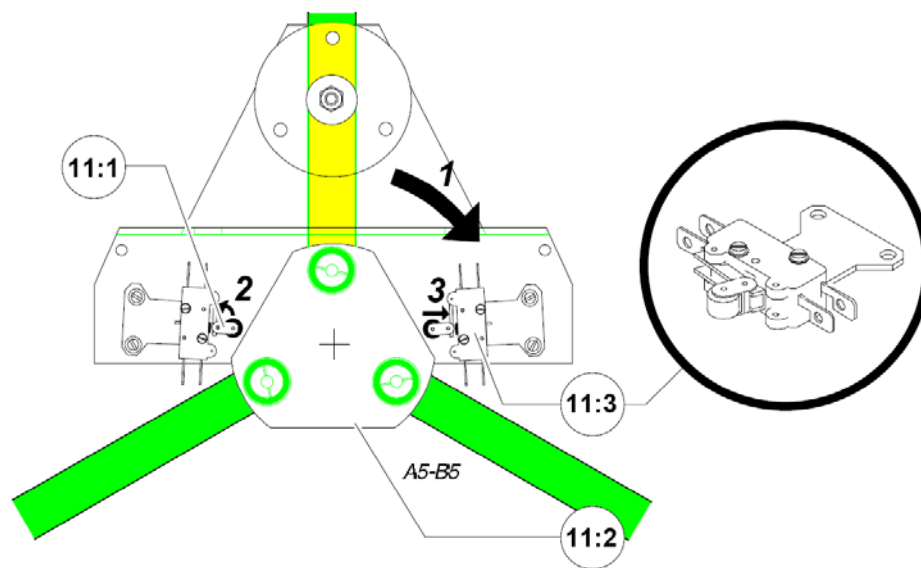

Рис. 11
- Если установлено два концевых выключателя (механизм типа А5-В5), то при повороте турникета в любом направлении поворотный ролик первого концевых выключателя под действием треугольного кулачка повернется назад, не приводя в действие свой выключатель, а второй выключатель сработает. Например, на рис. 11 показан поворот турникета по часовой стрелке. При этом поворотный ролик (11:1) отклонится назад под давлением кулачка (11:2), а расположенный с другой стороны выключатель (11:3) будет приведен в действие. Проверьте работу выключателей при повороте турникета в обоих направлениях.